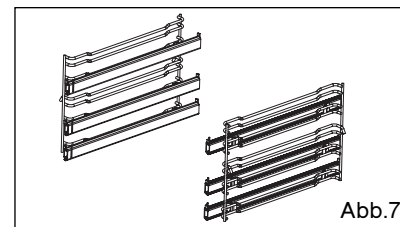

Abb.7
• Halterung des herausgezogenen Gerichts (Abb.7)